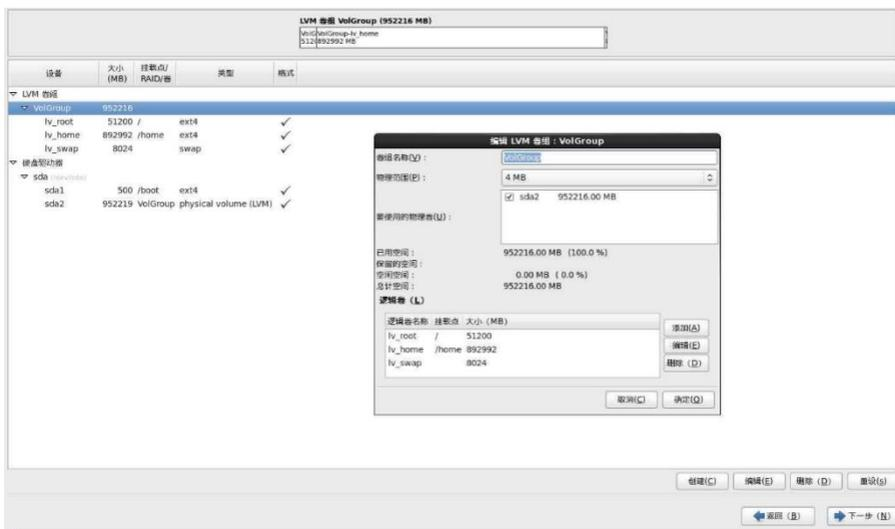

图 6-33
- n. 本例中选择 Volgroup，点击 edit 按钮，进入 Volgroup 卷组的编辑过程。如图 6-33